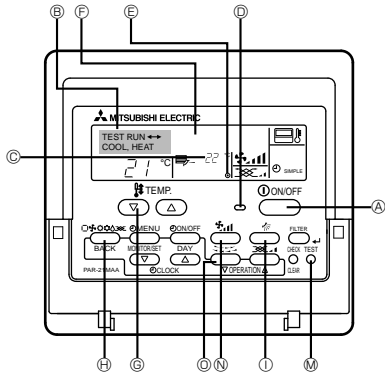

Fig. 7-1
7. Çalışma testi (Fig. 7-1)
Kablolu uzaktan kumanda kullanarak (Fig. 7-1)